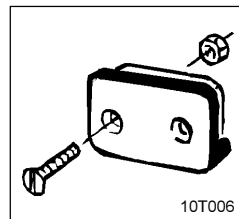

Fig. 9.4
- ☐ Halter (Fig. 9.4) des Rechners in der Schlepperkabine befestigen.